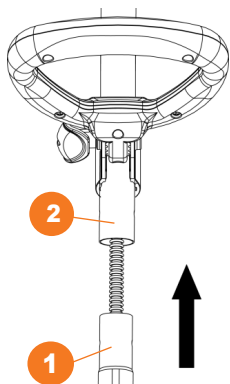

Рис. 2
- Вставьте нижнюю трубку **1** внутрь верхней трубки **2** (Рис. 2).